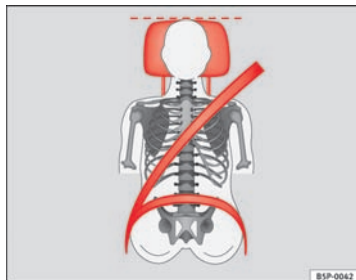
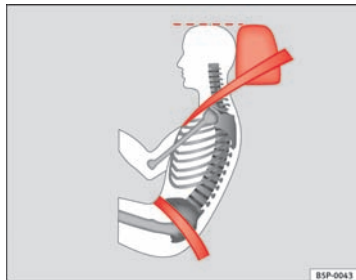

Fig. 3 Korrekt indstillet hovedstøtte set forfra
Fig. 4 Korrekt indstillet hovedstøtte set fra siden
- Indstil hovedstøtterne således, at hovedstøttens øverste kant er på højde med den øverste del af dit hoved, dog mindst i øjenhøjde ⇒ Fig. 3 og ⇒ Fig. 4.